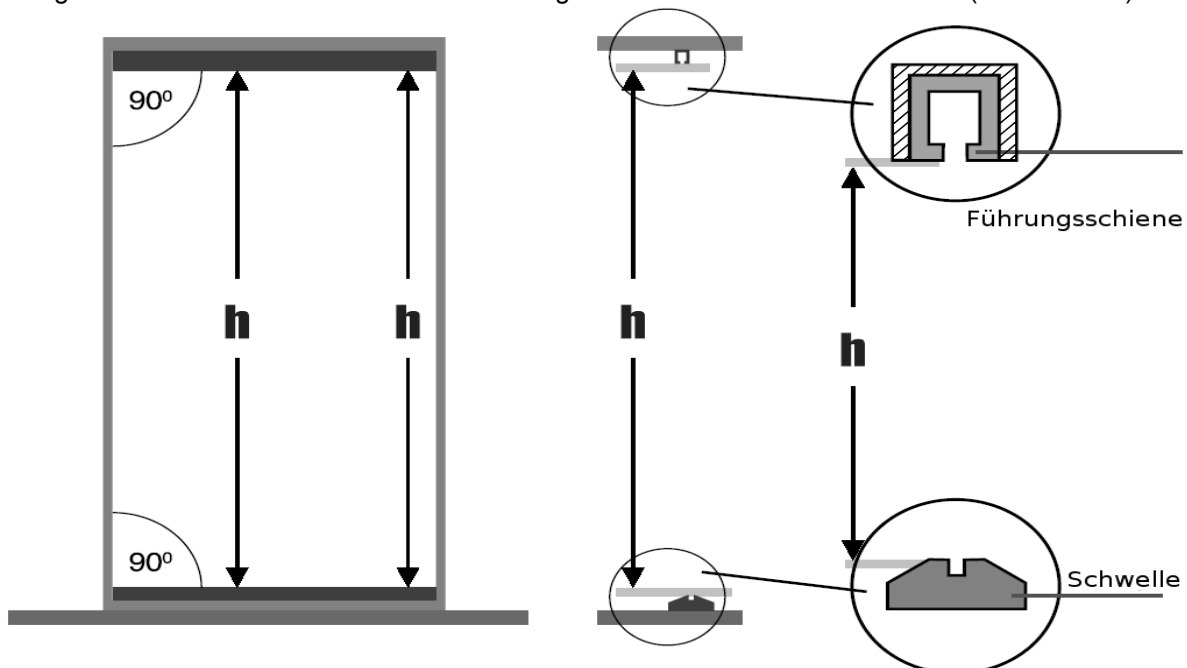

Abb. 1
2. Abmessung der Höhe h zwischen der oberen Führungsschiene und der Bodenschwelle (siehe Abb. 1).
- B. Schlechte Justierung der oberen Führungsschiene und der Bodenschwelle als auch der beiden seitlichen Holzleisten (siehe Abb.1).